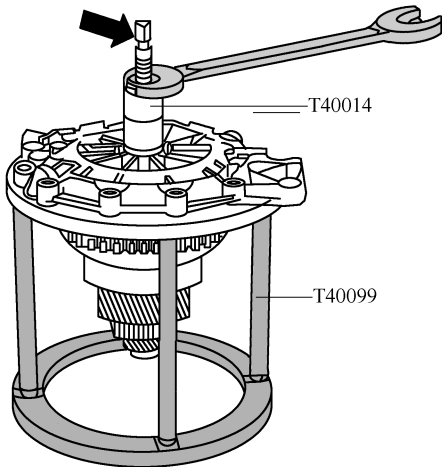

图 2-2-27 用呆扳手拧紧密封环拉拔器 T40014 并拧入后部螺栓
(3) 将输入轴放入压力台架 T40099 内，用手将密封环拉拔器 T40014 拧入输入轴密封环内，直至此工具牢固地卡入轴密封环内，然后用呆扳手拧紧此工具。
(4) 如图 2-2-27 中箭头所示，拧入后部螺栓即